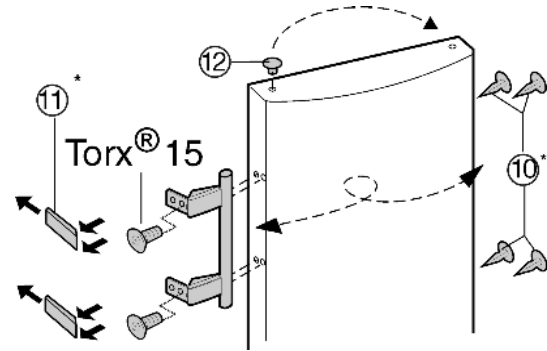

Fig. 8
- ▶ Iš durų įvorių išimkite kaiščius Fig. 8 (12) ir perkeltite juos į priešingą pusę.
- ▶ Išmontuokite durų rankeną, kaiščius Fig. 8 (10) ir atramines plokšteles Fig. 8 (11) bei perkeltite į priešingą pusę.